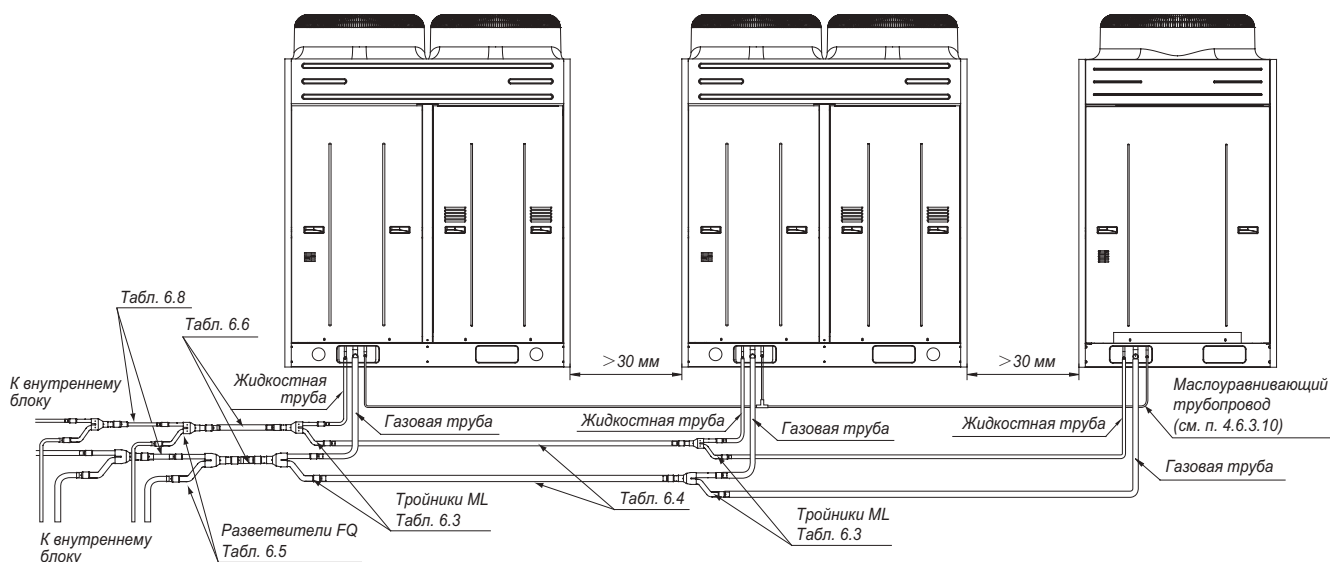

Рис. 6.2
6.3.1 На рис. 6.2 показаны таблицы в которых указаны параметры диаметров труб, разветвителей FQ и тройников ML.
6.3.2 При модульной компоновке наружных блоков применяются комплекты тройников для газовой и жидкостной труб ML01/A и ML02/A см. рис. 6.2 и таблицу 6.3.
6.3.4 Диаметр труб между тройниками ML/A (рис. 6.2) согласно таблице 6.4.
6.3.5 Диаметр труб подключаемых непосредственно к наружным блокам (рис. 6.2) согласно таблице 6.5.
6.3.6 Диаметр трубы на выходе из наружных коммутированных модулей (рис. 6.2) согласно таблицы 6.6.
6.3.7 Для развода фреоновых трубок трассы от наружного блока к внутренним применяются специальные тройники FQ (разветвители), см рис. 6.2 и 6.3.